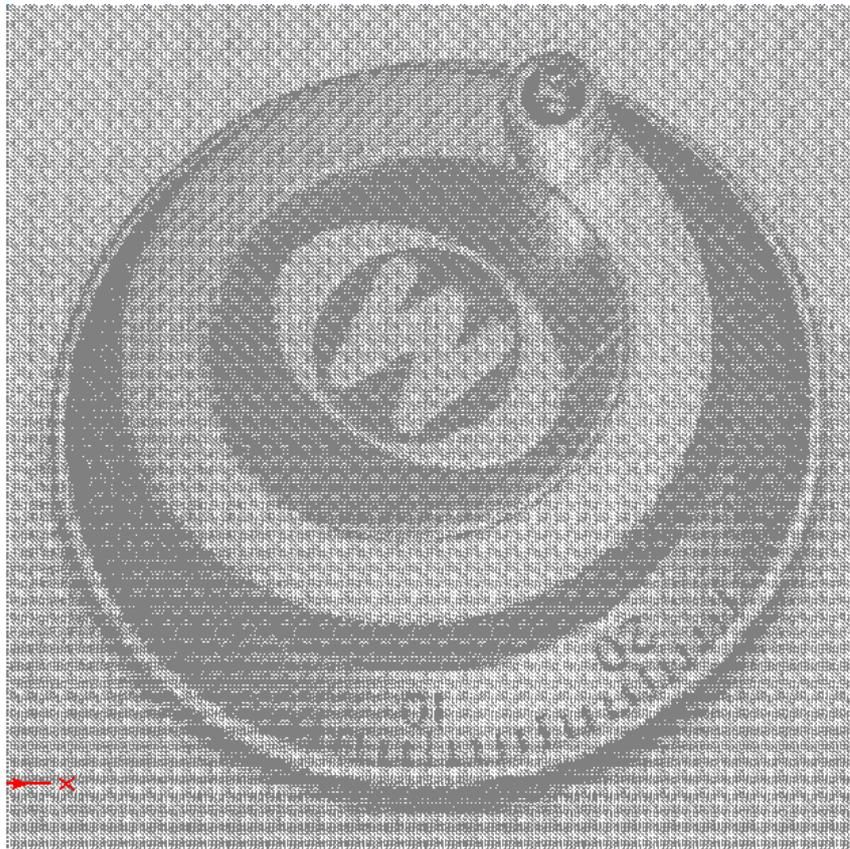

Abb.1.76: Erzeugtes Bild mit den Einstellungen aus Abb. 1.75
Nachdem wir auf die Schaltfläche **Erzeugen** geklickt haben, erhalten wir das nachfolgende Bild in dem **Grafikbereich (1)** von LazyCAM (Abb. 1.76):